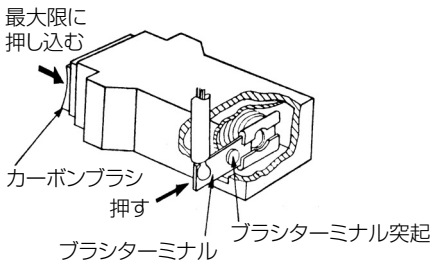
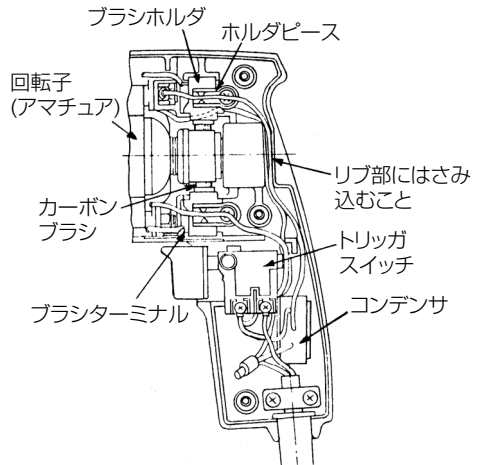

図 13
図 14
- (4) カーボンブラシをブラシホルダ内に最大限押し込んだ状態で、ブラシターミナルをカーボンブラシから抜きます。（図 13）
- (5) カーボンブラシをブラシホルダから取り出します。
- (1) カーボンブラシをブラシホルダの中に入れ、最大限に押し込んだ状態で図 13 のようにブラシターミナルを挿入します。
- (2) カーボンブラシを押さえながらブラシホルダをモーターハウジングに挿入します。
- (3) ホルダピースでブラシホルダを固定します。
- (4) 内部配線類が図 14 のように正規の位置にあること、また内部配線類が回転子（アマチュア）に接触する危険がないことを十分確認してください。
- (5) 内部配線類がモーターハウジングとの間にかみ込まれないよう十分注意してハンドルカバーをかぶせて小ネジ（3本）を締付けてください。